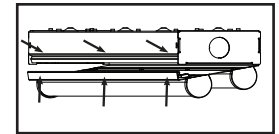

Fig. 4
9. Vuelva a instalar la cubierta del canal engancharlo un lado alrededor del canal y luego empujando el otro lado hacia arriba y sobre el relieve. Para evitar que la cubierta del canal se doble, comience desde la mitad de la luminaria y avance hasta cada extremo. Vea la Fig. 4.